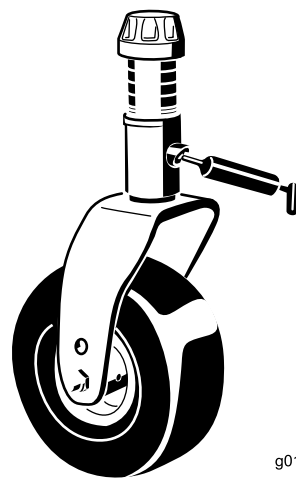

図 15
- ・ キャスタ・フォークのシャフトのブッシュ 2ヶ所(図 15)